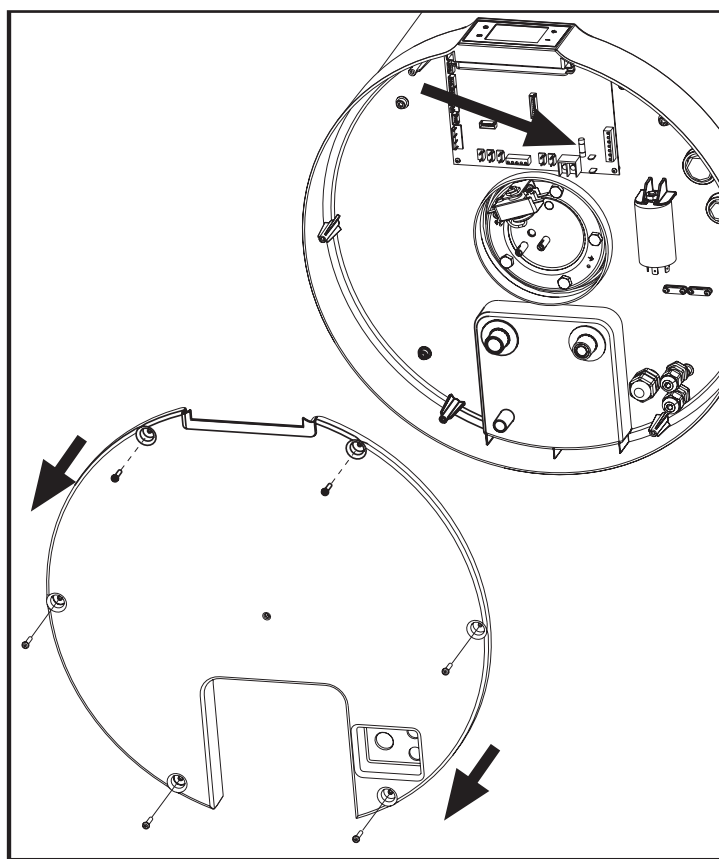

fig. 40
- Rimuovere il coperchio inferiore svitando prima le apposite viti di bloccaggio (fig. 40).